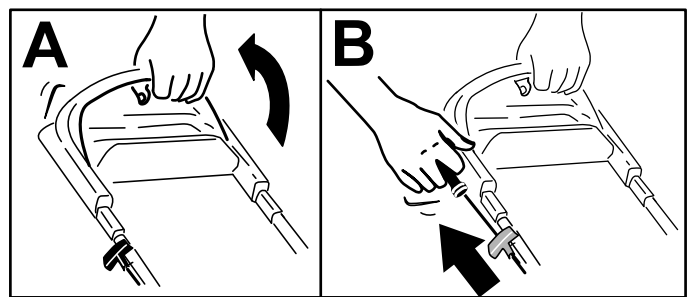

Figura 13
1. Sujete la barra de control de las cuchillas contra el manillar (Figura 13, A).
2. Tire de la cuerda de arranque (Figura 13, B).